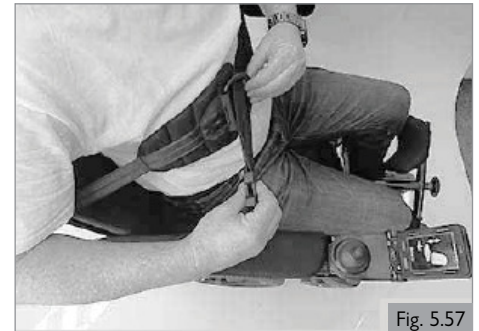

Fig. 5.57
3. Tirez sur la ceinture thoracique de sorte à assurer un soutien optimal, ferme et confortable du haut du corps. (Fig. 5.57)